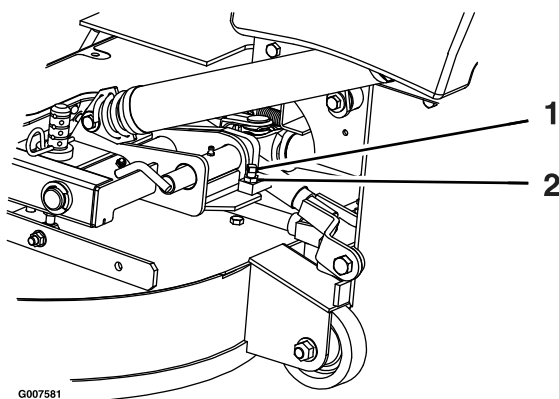

Figura 70
2. Desaperte a porca de retenção e rode o parafuso limitador no sentido dos ponteiros do relógio até que o pino de bloqueio fique apertado e não possa ser rodado à mão (Figura 70).